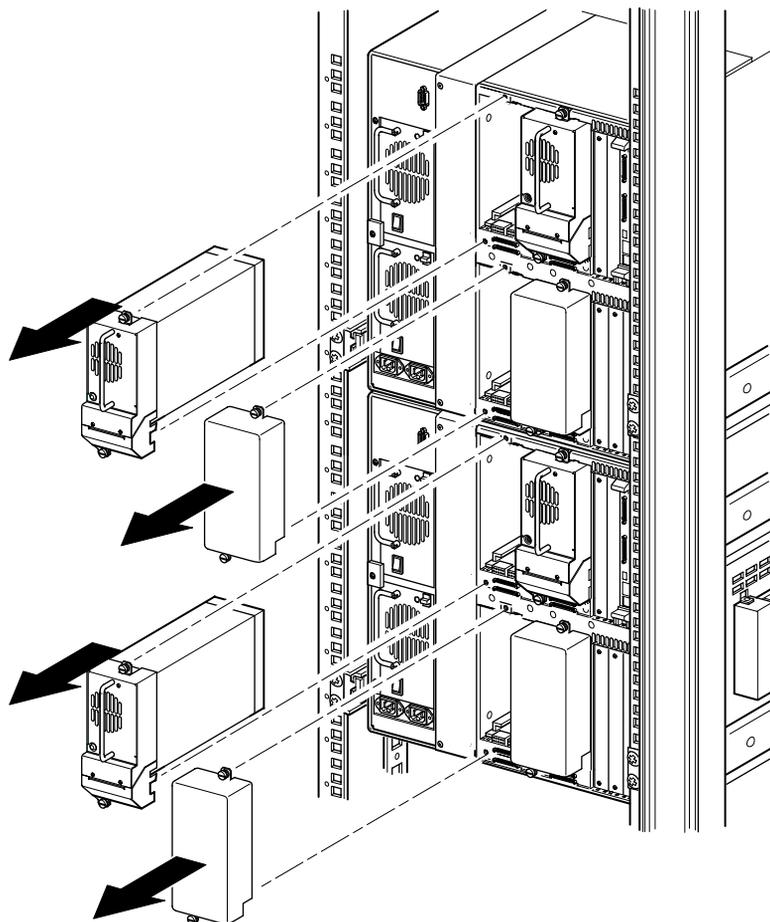

図2-8: ドライブ ベイ1および3へのアクセス (MSL5052)
2. 各ライブラリのPTMカバープレートの開口部に隣接するベイから、ブランクパネルまたはドライブシューアセンブリ1および3を取り外します (図2-8を参照)。